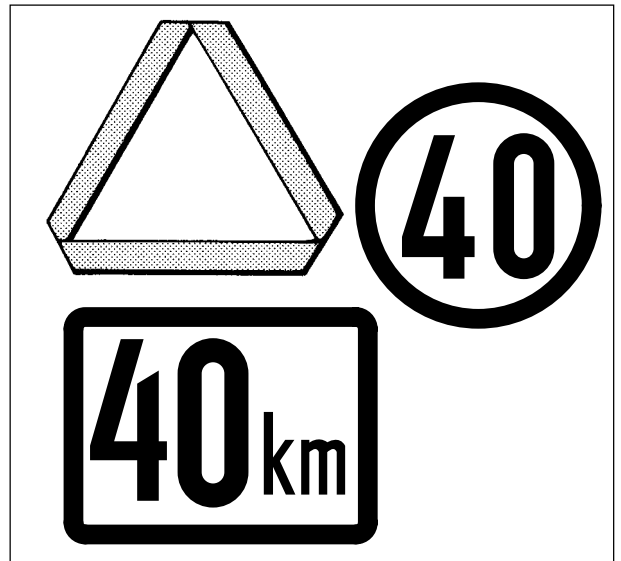

Fig. 1.17 - Utilizar o símbolo válido no país.
- Assegure-se de que o tractor e as outras eventuais alfaias estejam providas do símbolo de 'Veículo Lento em Movimento', a menos que não seja previsto pela lei (Fig. 1.17).